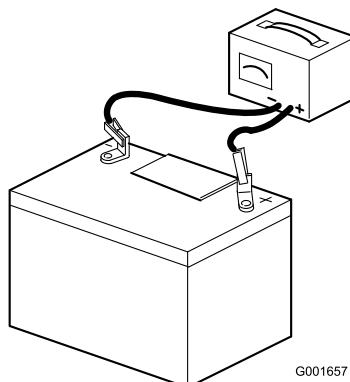

Figura 7
7. Collegate un caricabatterie da 3 – 4 A ai poli della batteria (Figura 7). Caricate la batteria a 3 – 4 ampere per 4 – 8 ore.